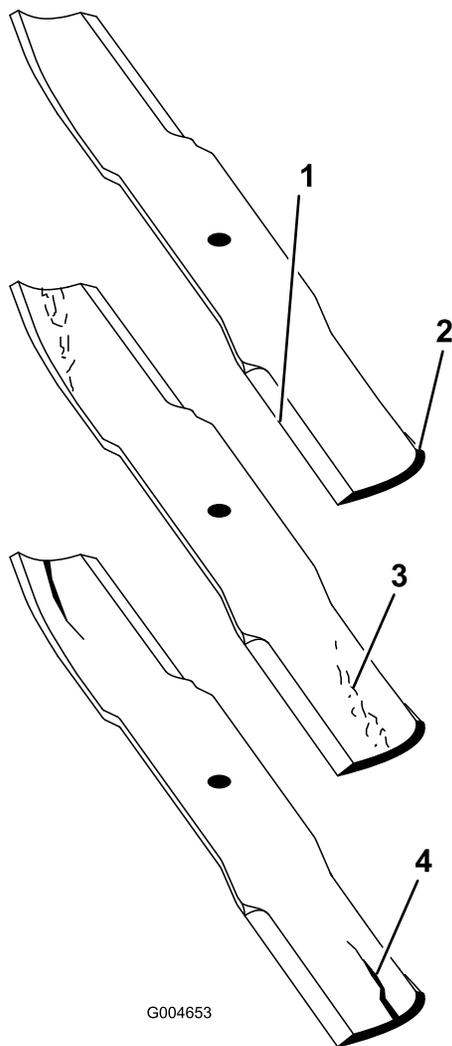

Bild 26
3. Prüfen Sie die Schnittkanten des Messers sorgfältig, insbesondere dort, wo die geraden Flächen die gebogenen berühren (**Bild 26**).
Hinweis: Da Sand und anderes reibendes Material das Metall abschleifen kann, das die flachen mit den gebogenen Teilen verbindet, müssen Sie das Messer vor jedem Einsatz des Rasenmähers prüfen. Wenn Sie Abnutzungen feststellen (**Bild 26**), sollten Sie das Messer auswechseln.